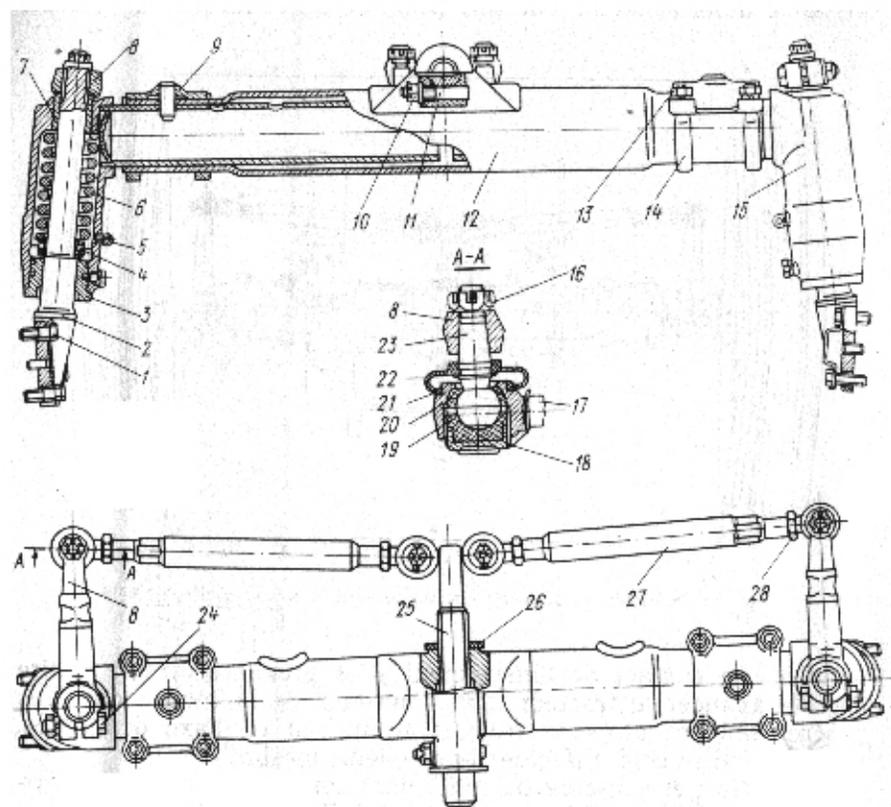

Fig. 62. Essieu avant
Au contrôle de l'état des assemblages filetés il convient de porter une attention particulière au serrage des écrous d'étrier de l'éclisse 9 et des boulons 24 (fig. 62) de l'assemblage cannelé des leviers de direction.
5. Après s'être assuré du pincement correct des roues directrices, serrer solidement les écrous 28 (cf. fig. 62).